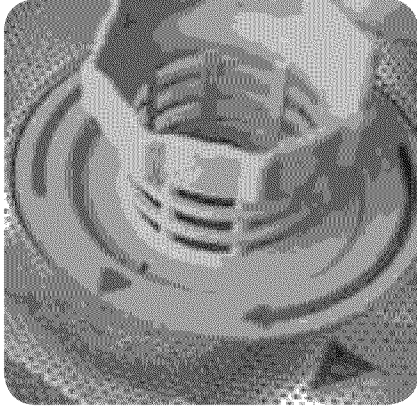

FIGURE 34
2. Saisir l'assemblage comme montré à la figure 34 et tourner dans le sens contre horaire ¼ de tour.